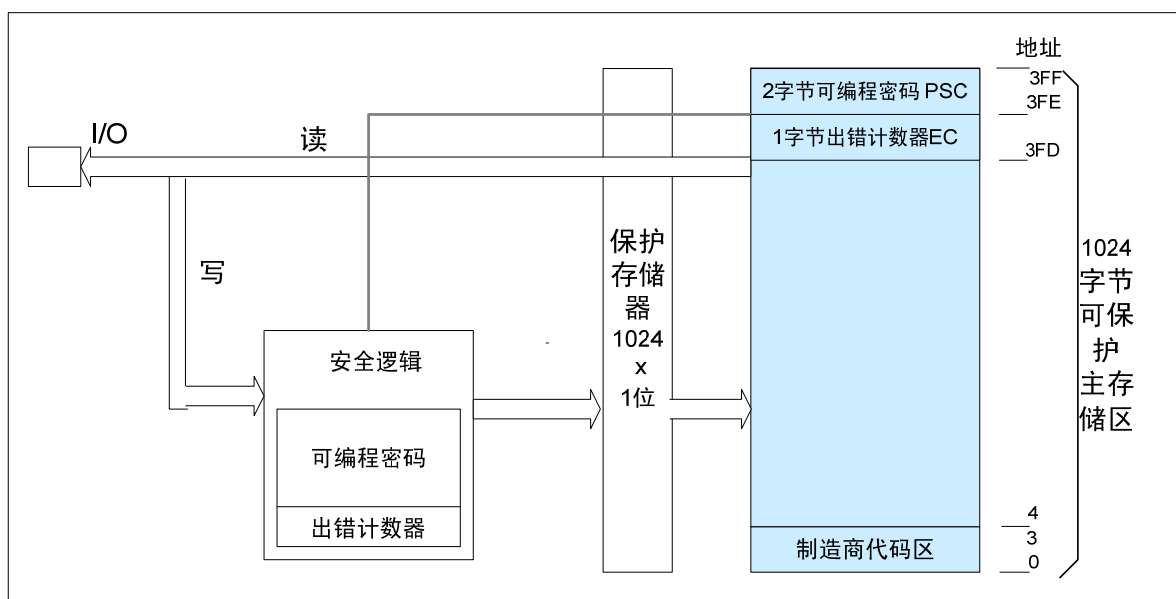

图 2-2 FM4428 存储器总览
FM4428 为一款 8K 位逻辑加密卡电路，具有一个 1024 字节的 EEPROM 主存储区（见图 2-2）和一个 1024 位 PROM 保护存储区。主存储区按字节进行擦除和写入。擦除时，数据字节的 8 位都置为逻辑 1；写入时，EEPROM 各单元的信息，可根据输入数据按位改写成逻辑“0”（EEPROM 中数据与输入的新数据进行逻辑与）。通常，一次数据的改写过程由一次擦除和一次写入过程组成。EEPROM 单元是否真的被擦除和（或）写入取决于主存储区中数据字节和新的数据字节的内容。如果指定位字节的 8 位没有一位需要 0 至 1 的翻转，就跳过擦除操作。在擦除操作完成或者跳过之后，如果不需要 1 至 0 的翻转，就省却写入操作。写或擦除的工作至少需要 5ms。
FM4428 还提供一个对存储区进行写入/擦除操作控制的密码逻辑。为此包含了 1 字节出错计数器 (EC) 和 2 字节可编程密码 (PSC)（见图 2-2）。加电后，除 EC 能写外外，整个存储区只能被读取；对 PSC 字节的读取只能读出全“0”。只有在校验数据和可编程密码 (PSC) 比较相同后才能进行写入和擦除操作。密码比较有八次机会，在八次比较失败后，出错计数器 (EC) 就封锁所有后续的任何尝试，即禁止对电路的任何擦、写操作。